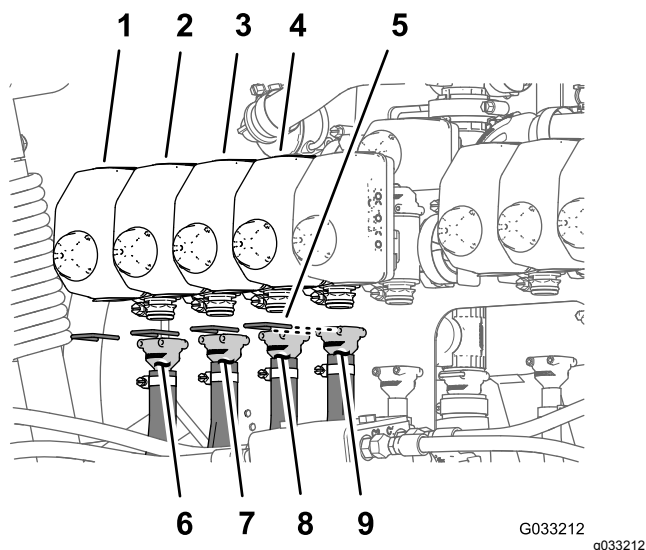
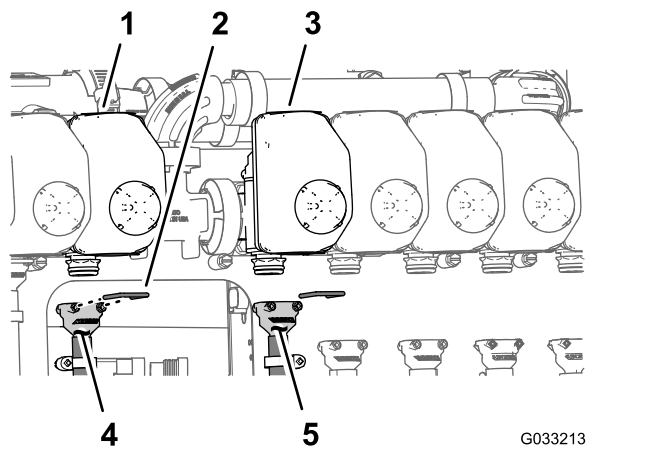

Рисунок 103
Рисунок 104
**Примечание:** Расположения клапанов сопел см. на Рисунок 103 в разделе Подсоединение шлангов к клапанам сопел с 1 по 4 \(страница 54\), на Рисунок 104 в разделе Подсоединение шлангов к клапанам сопел 5 и 6 \(страница 54\) и на Рисунок 105 в разделе Подсоединение шлангов к клапанам сопел с 7 по 10 \(страница 55\).
1. Установите прямой штуцер типа «елочка» шланга подачи длиной 279 см на соединительную муфту клапана сопла 1 (Рисунок 103).
2. Прикрепите штуцер типа «елочка» к соединительной муфте с помощью держателя (Рисунок 103).
3. Установите прямой штуцер типа «елочка» шланга подачи длиной 234 см на соединительную муфту клапана сопла 2 (Рисунок 103).
4. Прикрепите штуцер типа «елочка» к соединительной муфте с помощью держателя (Рисунок 103).
5. Установите прямой штуцер типа «елочка» шланга подачи длиной 188 см на соединительную муфту клапана сопла 3 (Рисунок 103).
6. Прикрепите штуцер типа «елочка» к соединительной муфте с помощью держателя (Рисунок 103).
7. Установите прямой штуцер типа «елочка» шланга подачи длиной 188 см на соединительную муфту клапана сопла 4 (Рисунок 103).
8. Прикрепите штуцер типа «елочка» к соединительной муфте с помощью держателя (Рисунок 103).
1. Установите прямой штуцер типа «елочка» шланга подачи длиной 81 см на соединительную муфту клапана сопла 5 (Рисунок 104).
2. Прикрепите штуцер типа «елочка» к соединительной муфте с помощью держателя (Рисунок 104).
- Установите прямой штуцер типа «елочка» шланга подачи длиной 81 см на соединительную муфту клапана сопла 6 (Рисунок 104).
- Прикрепите штуцер типа «елочка» к соединительной муфте с помощью держателя (Рисунок 104).